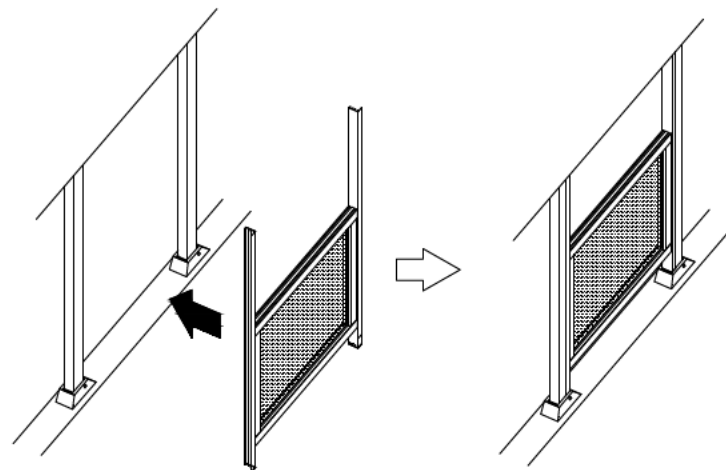

図15. パネルの嵌め込み
(1) パネルと付子を組み立てたものを、柱と柱の間にはめ込んでください(図15)。